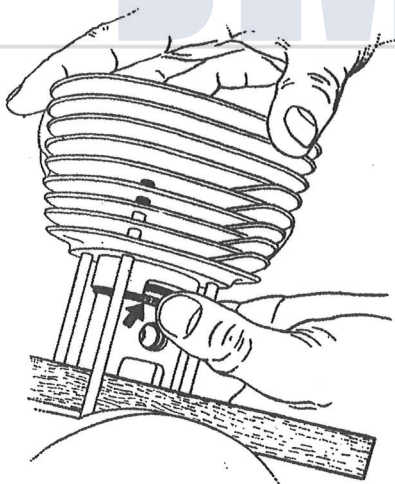

fig. 16
- ondersteun de zuiger met een gevorkt stuk hout volgens fig. 16, hetgeen het monteren van de cilinder in hoge mate vergemakkelijkt en voorziet de cilinderboring rijkelijk van olie
- monteer de cilinder en let er tijdens deze handeling op, dat de pennetjes in de zuigerveergroeven daadwerkelijk in het zuigerveerslot liggen (fig. 16)